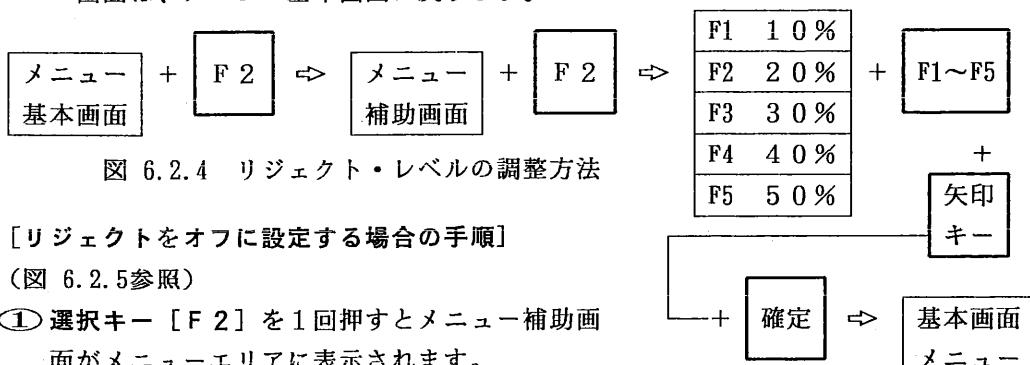

図 6.2.4 リジェクト・レベルの調整方法
[リジェクトをオンに設定する場合の手順] (図 6.2.4参照)
- ① 選択キー [F 2] を 1 回押すとメニュー補助画面がメニューエリアに表示されます。
- ② 選択キー [F 2] を 1 回押すとメニュー補助画面の [リジェクト] の表示の [オン／オフ] が [オフ／オフ] に切り替わり、メニューエリアに図 6.2.4 に示すリジェクト・レベル選択メニューが表示され、所定のレベルを選択キー [F 1～F 5] で選ぶか矢印キーで表示器垂直目盛りの 0～50% の範囲で設定できます。
- ③ リジェクト・レベルの設定が完了した後、確定キーを 1 回押します。メニューエリアの画面は、メニュー基本画面に戻ります。